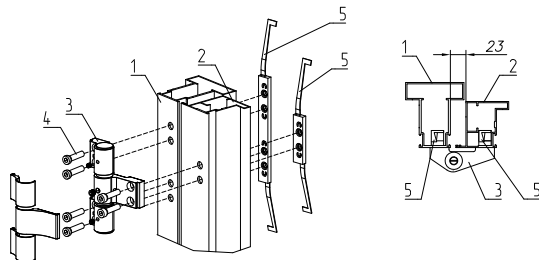

Рис. 53. Установка петли на стойку калитки:
- установка петель. Уложить импост (столб) **1** (рис. 53). На расстоянии 23 мм уложить стойку **2** (без пазов для установки замка). Торец импоста (столба) должен быть выше верхнего края стойки на 5 мм. Далее завести длинную закладную пластину из комплекта крепления **5** в импост (столб), короткую пластину — в стойку, совместив резьбовые отверстия пластин с отверстиями импоста (столба) и стойки. Установить петлю (крышки секций предварительно следует снять) и закрепить ее к импосту (столбу) и стойке винтами **4**. Аналогичным образом произвести монтаж второй петли. Установка крышек петли производится после проведения регулировочных работ. Порядок сборки и регулировки петель описан в приложении.